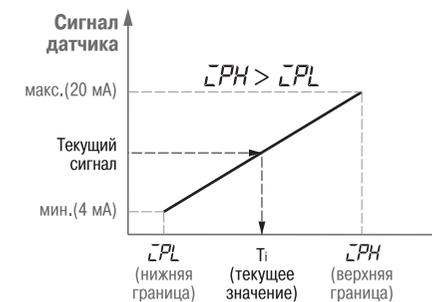

Рис. 15
**Нижняя граница** (параметр  $\zeta_{PL}$ ) определяет, какое значение будет выводиться на индикатор при минимальном уровне сигнала с датчика (например, 4 мА для датчика с выходным сигналом тока 4...20 мА, рис. 15).
**Верхняя граница** (параметр  $\zeta_{PH}$ ) определяет, какое значение будет выводиться на индикатор при максимальном уровне сигнала с датчика (например, 20 мА для датчика с выходным сигналом тока 4...20 мА, см. рис. 15).